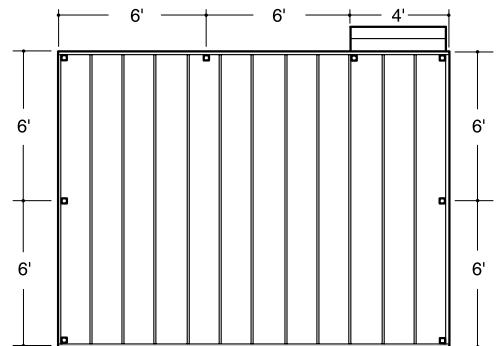

fig. 2
**Paso 1** Determine el número de postes de barandal necesarios para su terraza. El espacio entre postes es de 6 pies entre centros o de 8 pies entre centros dependiendo de la longitud de barandal elegida. Ejemplo: Una terraza de 12 x 16 pies anexa a un edificio con una entrada de 4 pies en un lado necesitará en total ocho postes (fig. 2).